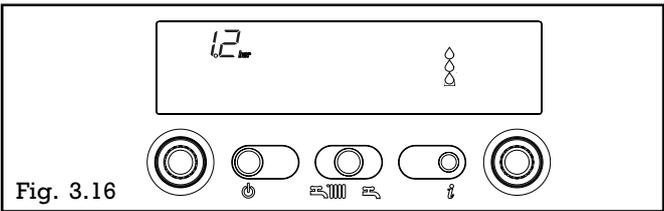

Fig. 3.16
- Info 2** affiche la pression hydraulique de l'installation (fig. 3.16)